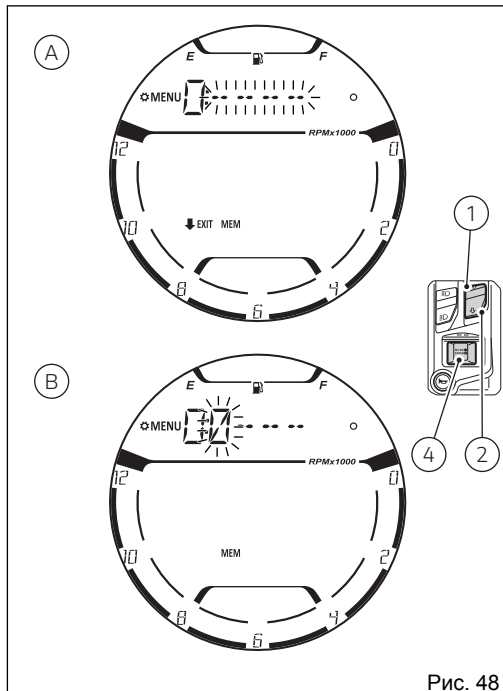

Рис. 48
- 3) При каждом нажатии на кнопку (2) число будет уменьшаться на одно значение (- 1) до достижения «0», после чего все повторяется с «9».
- 4) Нажмите на кнопку (4), чтобы подтвердить число и перейти к следующему числу, которое начинает мигать.
- Если PIN-код неправильный, на приборной панели в течение 2 секунд будет отображаться мигающая надпись «ERROR», после чего вновь отобразятся четыре черточки «- - - -» старого PIN-кода для предоставления пользователю новой попытки ввести код (А, Рис. 48).